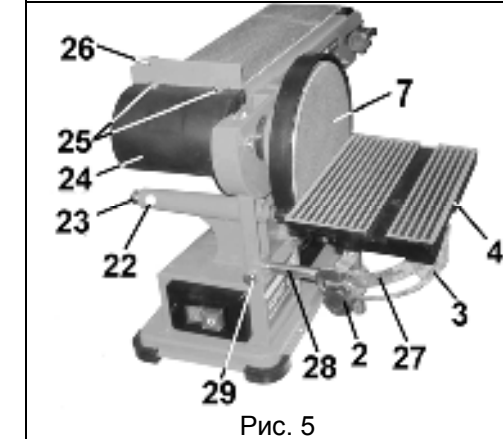

Рис. 5
### 8.3. Установка рабочего стола (Рис. 5)
8.3.1. Установите опорную ось (28), Рис.5, в отверстие корпуса и закрепите фиксирующим болтом (29).
- ослабьте фиксирующую гайку (29), демонтируйте рабочий стол (4), Рис.5,
- установите его в отверстие (22) перед шлифовальной лентой (31), как показано на Рис.5, 8,